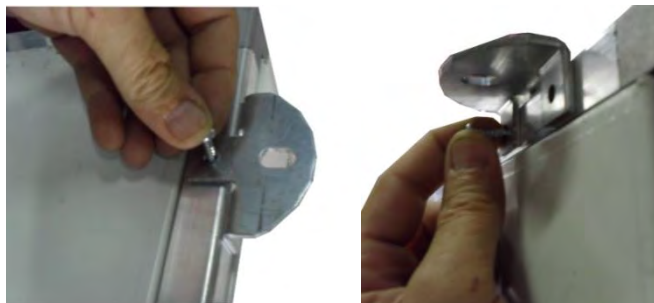

Figura 1 - Fissaggio delle staffe fornite a corredo
- Posizionare le staffe di supporto sul lato posteriore dell'unità e fissarle con le viti autoforanti in dotazione, con l'ausilio di un trapano avvitatore (vedi Figura 1).